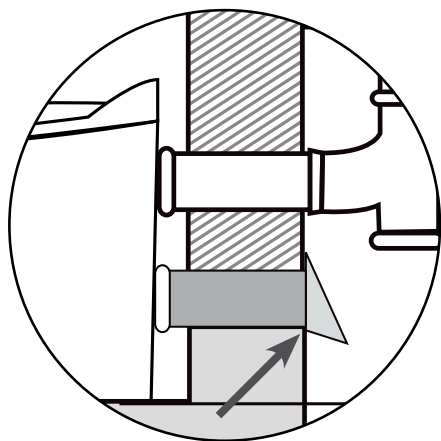

fig. 4
4. Ställ toaletten på avsedd plats. Skjut in det korta röret utifrån tills det bottnar (ca 40 mm) i toalettens anslutning. Kapa röret på utsidan jäms med fasaden, se fig. 4.